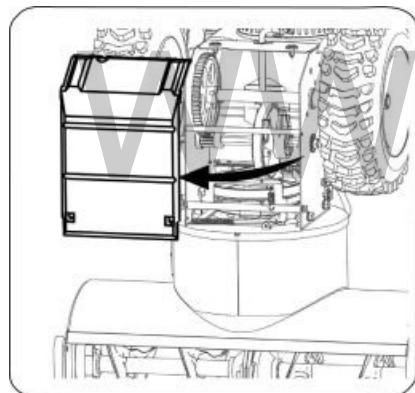

Рисунок 28
- Осторожно повернуть снегоуборщик вверх и вперед так, чтобы он опирался на кожух шнека. Снять крышку рамы с нижней стороны снегоуборщика, отвернув четыре крепящих его самореза (см. рис. 28).